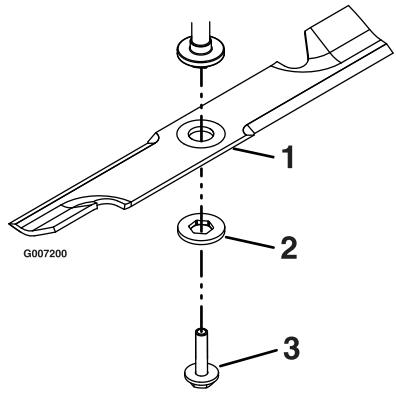

Figure 40
2. Laissez la clé sur le boulon, maintenez l'axe de lame immobile et, avec un chiffon ou un gant épais, essayez de faire tourner la lame. Si la lame tourne par rapport à la protection de l'axe sans serrer davantage le boulon, cela signifie que la rondelle élastique est aplatie ou endommagée ; il faut alors remplacer l'ensemble boulon et rondelle (Figure 40). Voir Dépose des lames et Pose des lames.
Tenez la lame à son extrémité avec un chiffon ou un gant épais (ou placez une clé sur l'écrou supérieur). Enlevez de l'axe l'ensemble boulon et rondelle, la rondelle et la lame (Figure 40).
1. Placez la lame sur l'axe (Figure 40).